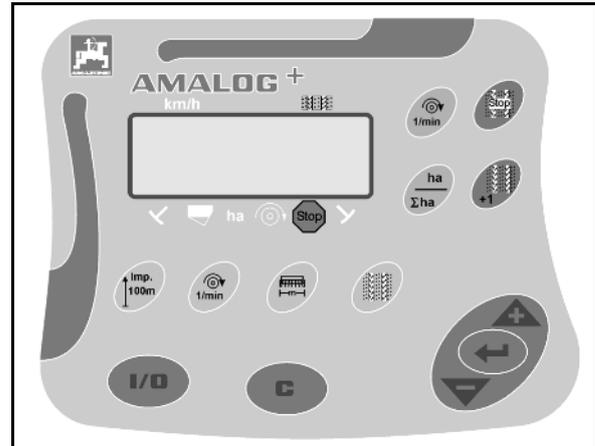

Fig. 47
- la posibilidad de evitarlo gracias a la fuerza de muelle que evita el doblado del brazo superior (Fig. 47/3).
- la posibilidad de evitarlo horizontalmente gracias al brazo inferior de acero para muelles (Fig. 47/4).